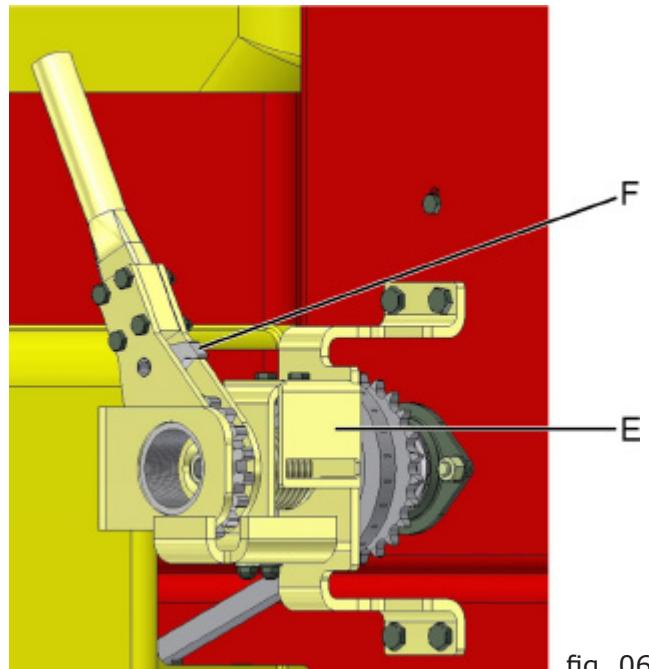

fig. 06
O procedimento de regulagem é realizado pelo deslocamento do eixo aumentando ou diminuindo a abertura de trabalho dos rotores dentro da caixa distribuidora, através do regulador (E) (fig. 06). Após a dosagem de sementes escolhida, deslocar a trava (F) da alavanca travando o sistema.
Ao encontrar a posição desejada, desengate a trava da alavancinha (F) (confira na pág. 25, fig. 06).